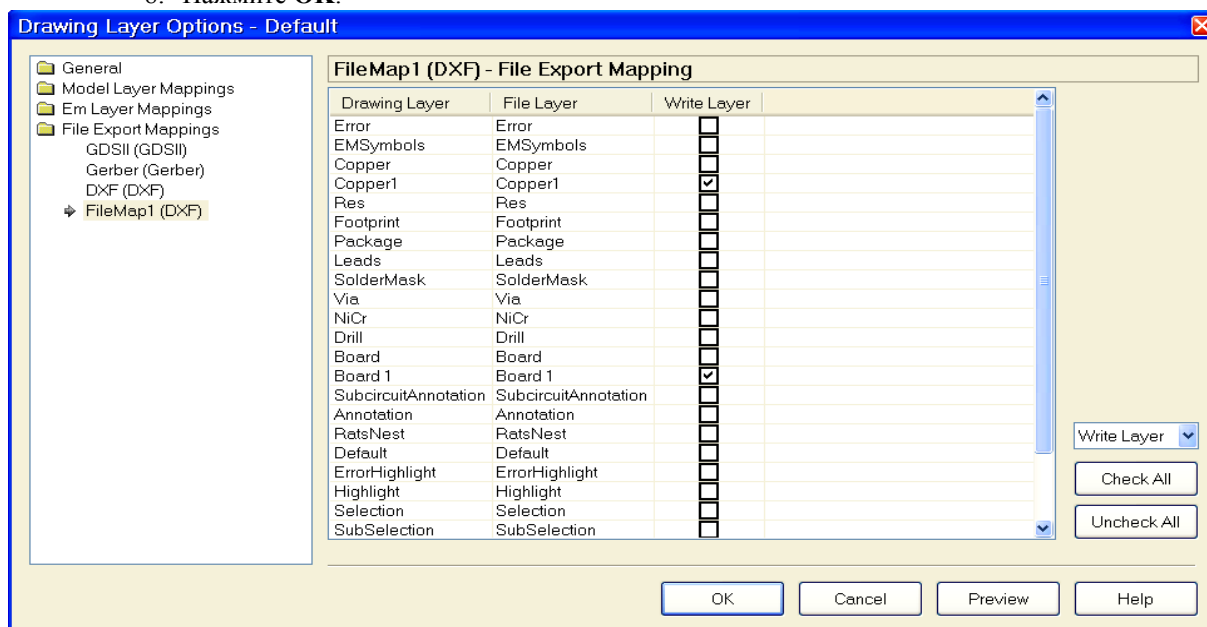

Рис. 6.95
- Щёлкните мышкой по папке **File Export Mappings** и затем по **DXF (DXF)**. В открывшейся таблице определяется, какие слои должны быть записаны в DXF файл при экспорте топологии в этом формате. Эту таблицу будем использовать для экспорта топологии с третьего слоя диэлектрика. Поэтому отметьте слои **Copper**, **Res** и **Via**. В этом случае будет экспортироваться только топология проводников без контура платы. Чтобы экспортировать контур платы отметьте также **Board**. Снимите отметки у остальных слоёв. В столбце **File Layer** указывается, под каким именем каждый слой будет записан в DXF файл. Обычно это не имеет значения и можно оставить имена слоёв в файле по умолчанию. Но при необходимости вы можете присвоить свои имена. Если предполагается выполнить экспорт топологии со всех слоёв или нескольких, то нужно создать таблицы для каждого экспортируемого слоя. Щёлкните правой кнопкой мышки в левой части окна и выберите **New DXF File Export Mapping**. В левой части окна появится имя новой таблицы **FileMap1 (DXF)**. В правой части окна щёлкните по кнопке **Uncheck All**, чтобы снять отметки у всех слоёв, и затем отметьте **Copper1** и **Board1** (рис. 6.95).